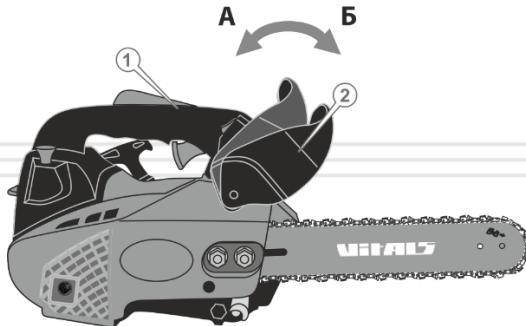

Рисунок 8. Схема роботи гальма ланцюга
1. Якщо гальмо ланцюга розблоковано – ланцюг може обертатися, то його важіль (2, рис.8) знаходитьться у зведеному положенні (А, рис.8) – більше до рукоятки (1, рис. 8).
2. Якщо гальмо ланцюга увімкнене – рух ланцюга зупинено, то важіль (2, рис.8) знаходитьться в увімкненому положенні (Б, рис.8). У цьому положенні важеля Ви не зможете провернути ланцюг.